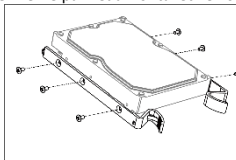

Figure 2-7 Fixez le support de montage
Step 1 Fixez les supports de montage au disque dur avec des vis. Reportez-vous à Figure 2-7.